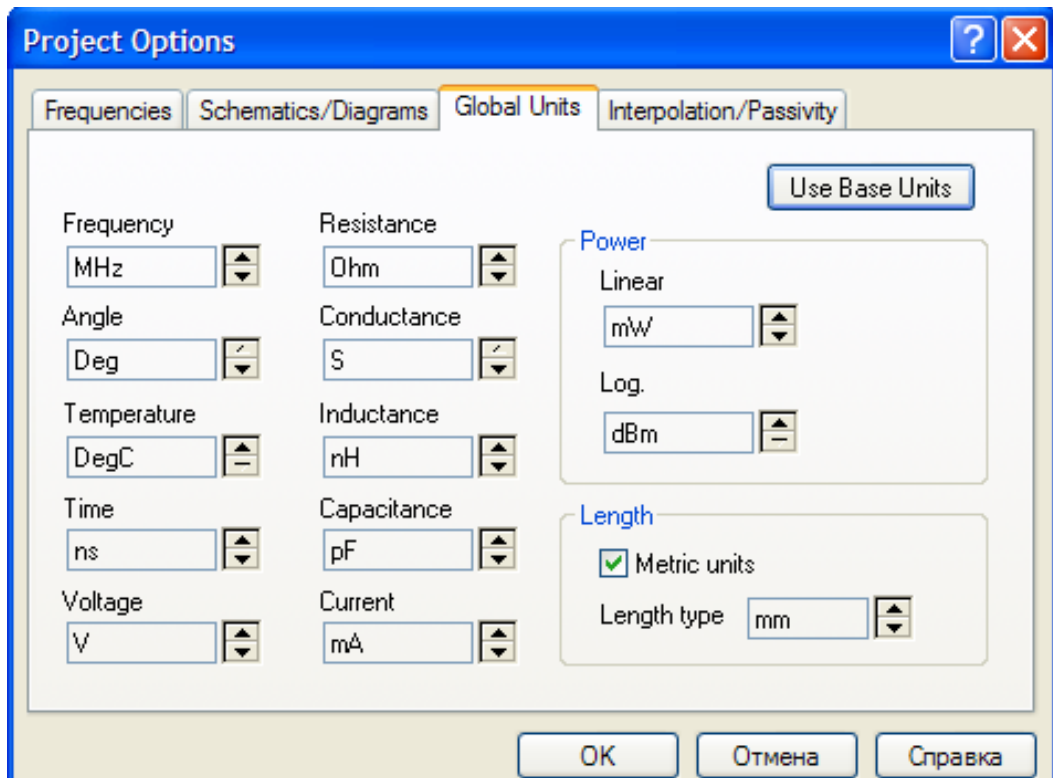

Рис. 1.2. Диалоговое окно установки единиц измерения
5.1.2. Установить единицы измерения в проекте. Для определения единиц измерения требуется выбрать вкладку «Global Units», выбрать «Options», затем «Project Options» и установить единицы измерения в появившемся диалоговом окне, после чего кликнув «ОК» (рис. 1.2).